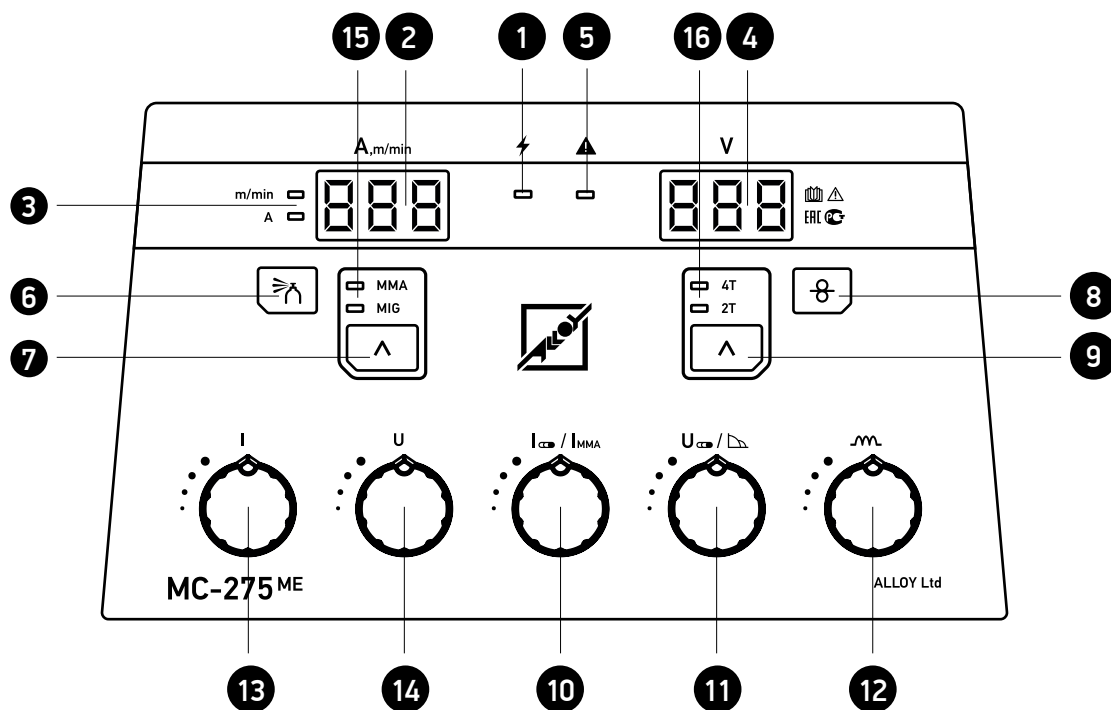

Рис. 4.1
Функции управления, отображенные на панели (см. рис.4.1.), сгруппированы согласно сфере их применения. Параметры легко изменяются посредством кнопок и регуляторов.
4). Подключить сварочную горелку к «евроразъему» на передней панели полуавтомата. Выпрямить её с максимальным радиусом изгиба. Заправить проволоку в механизм подачи и нажатием кнопки прогона сварочной проволоки вне цикла сварки поз. 8 (рис. 4.1), пропустить в сварочную горелку, предварительно сняв наконечник.